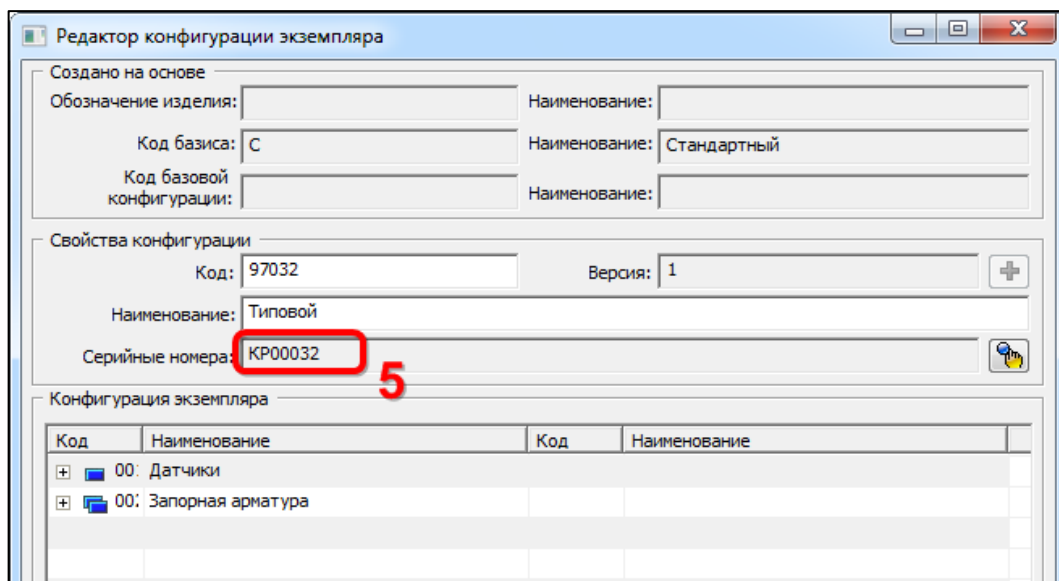

Рис. 10-208 – Поле «Серийные номера» заполнено
8) Окно «Создание заказа» будет закрыто. В правой части окна «Список заказов» отобразится созданный заказ «КР00032» (3 на рис. 10-208).
10) Нажать кнопку «Выбрать» для закрытия окна «Список заказов» (4 на рис. 10-208) и возвращения в окно «Редактор конфигурации экземпляра».